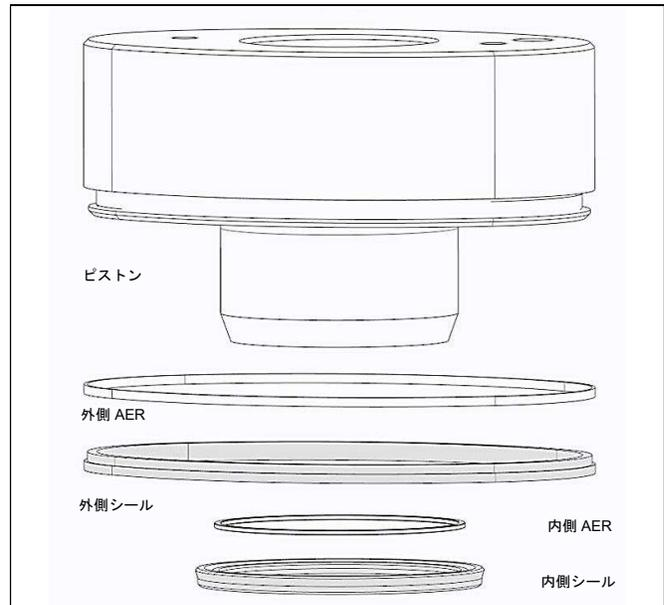
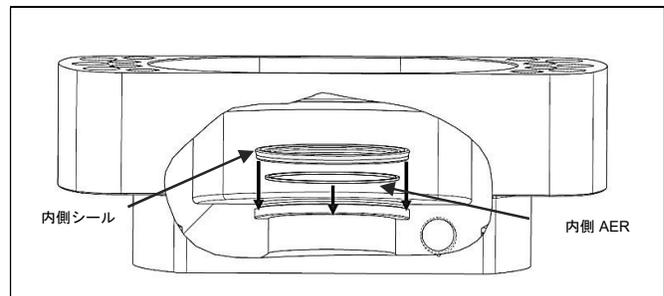

図 4.6 ピストン、外側 AER/シール、内側 AER/シール
図 4.8 内側シールの挿入後、内側 AER を挿入
シールキットは内側シールと外側シールで構成されており、いずれも 2 個の部品で構成されています。メインシールは赤色ポリウレタンエラストマー製で非常に柔軟性があり、突き出し防止リングはより硬い素材で製造されています。組み立て前または組み立て中に、突き出し防止リングが損傷していないことを十分に確認してください。（図 4.6）
**注記** 図 4.6 から図 4.8 は単純な目安として使用してください。お使いのテンショナーに使用されている部品は実際の部品と外観が少し異なる場合があります。
指でやさしく力を掛けながらメインシールを本体の固定リップ内部に挿入し、溝の中に完全に正しく収まっていることを確認します。（図 4.8）